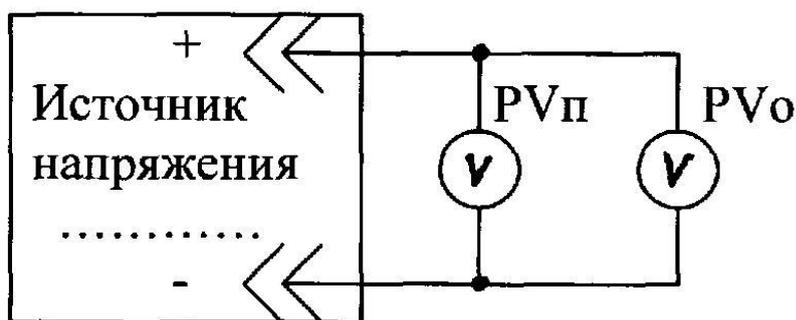

Рис.1
- 2.2. Собрать схему рис.1. Дать ее на проверку преподавателю.